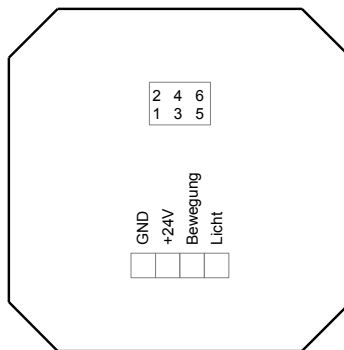

Abbildung 25: Messpunkte für Funktionstests
- Führen Sie folgende Widerstandsmessungen durch und vergleichen Sie die Ergebnisse mit den vorgegebenen Werten, sollten diese um mehr als  $\pm 15\%$  abweichen, muss Ihnen beim Löten ein Fehler unterlaufen sein, welcher beseitigt werden muss, bevor Sie fortfahren können. Die Anschlusspunkte sind in Abbildung 25: Messpunkte für Funktionstests eingezeichnet.